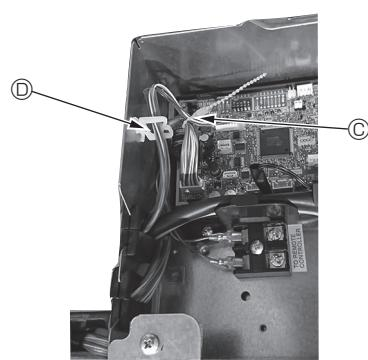

Fig. 10-14
- Plaats overtollige verbindingsbedrading van de i-see-Sensor en signaalontvanger in de schakeldoos en in de bedradingsklem zoals aangegeven in de tekening en bind de bedrading samen met de clip. (Fig. 10-14)